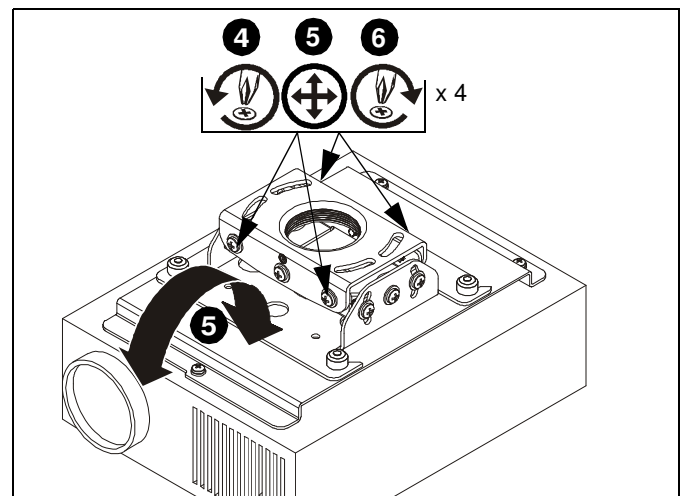

Figure 10
5. Régalez le projecteur pour obtenir la position souhaitée. (Voir la Figure 10)